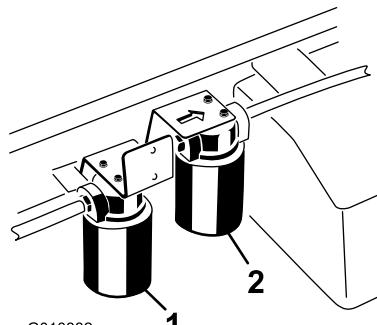

Figura 71
- Coloque un recipiente debajo del filtro y retire el filtro (Figura 71).
4. Limpie la zona de montaje del filtro hidráulico de alto caudal (Figura 71).